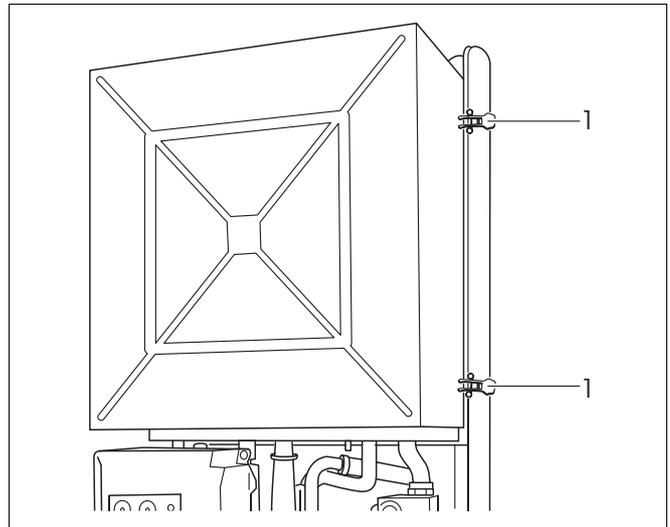

Abb. 50 Brennerraumdeckel abnehmen
- Schnellverschlüsse (Abb. 50, Pos. 1) öffnen und Brennerraumdeckel abnehmen.